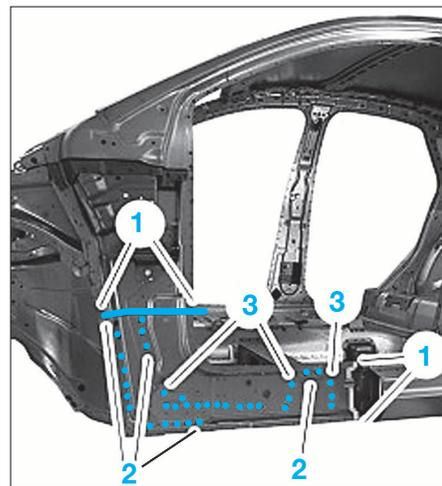

FIG. 30
- Découper la partie intérieure de pied avant la ligne de coupe (1) (Fig.30).